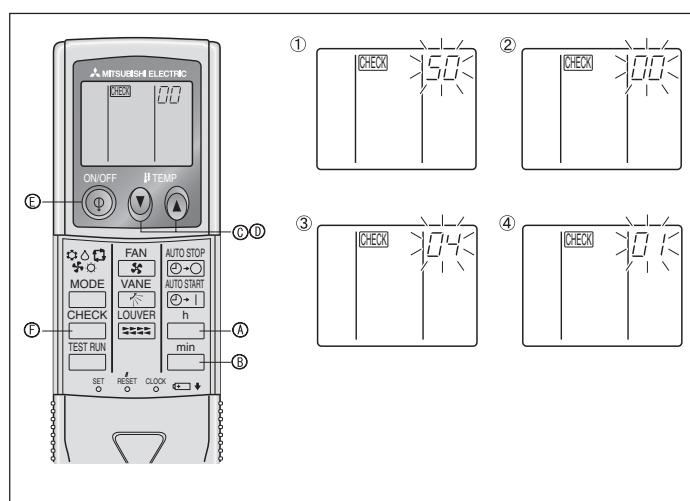

Fig. 6-10
- Tryck på MODE-knappen $\frac{\text{--}}{\text{--}}$, läget och inställningsnumret (1) och (2) ändras till
2) För trådlös fjärrkontroll (Fig. 6-10)